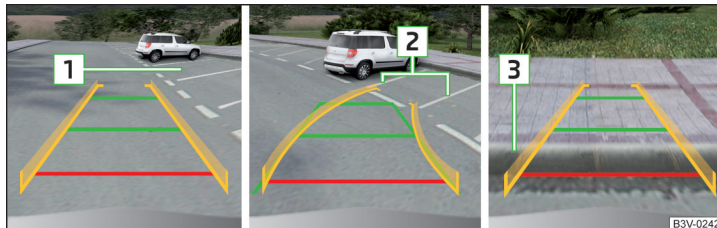

Abb. 267 Bildschirmanzeige
- An der ausgewählten Parklücke **1** » **Abb. 267** langsam vorbeifahren und das Fahrzeug anhalten.